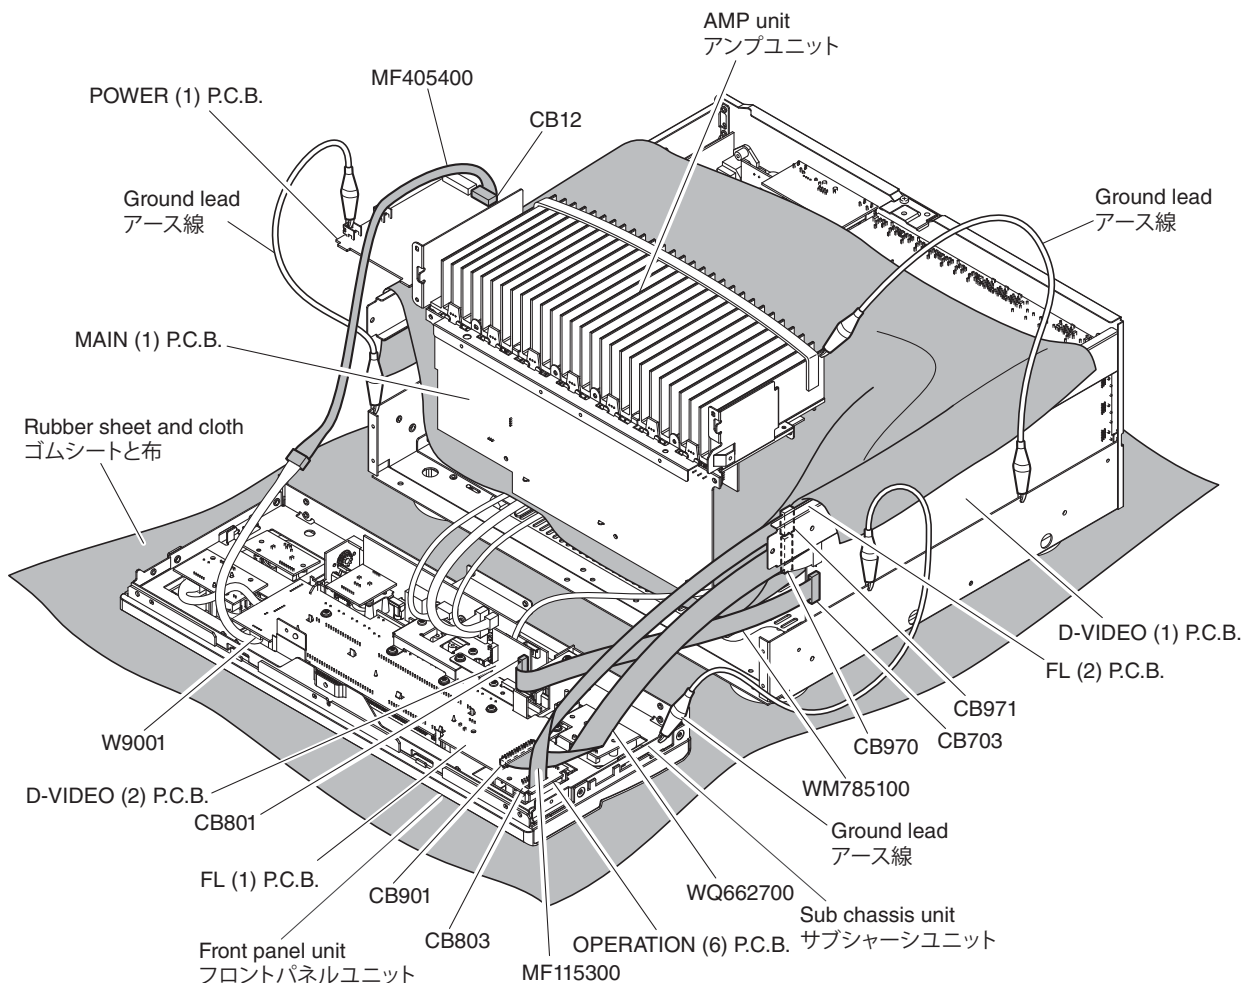

Fig. 11
- Put the rubber sheet and the cloth over this unit. Then put the amp unit upright on the cloth and check it. (Fig. 11)
- Put the amp unit together with the heat sink upright and check. (Fig. 11)
- Connect the ground points of the sub chassis unit, POWER (1) P.C.B. and heat sink to the chassis with a ground lead or the like. (Fig. 11)
- 本機の上にゴムシートと布を敷き、その上に アンプユニットを立てて置いてチェックします。(Fig. 11)
- アンプユニットはヒートシンクといっしょに立ててチェックします。(Fig. 11)
- サブシャーシユニット、POWER (1) P.C.B.、ヒートシンクのアースをアース線等でシャーシに接続してください。(Fig. 11)